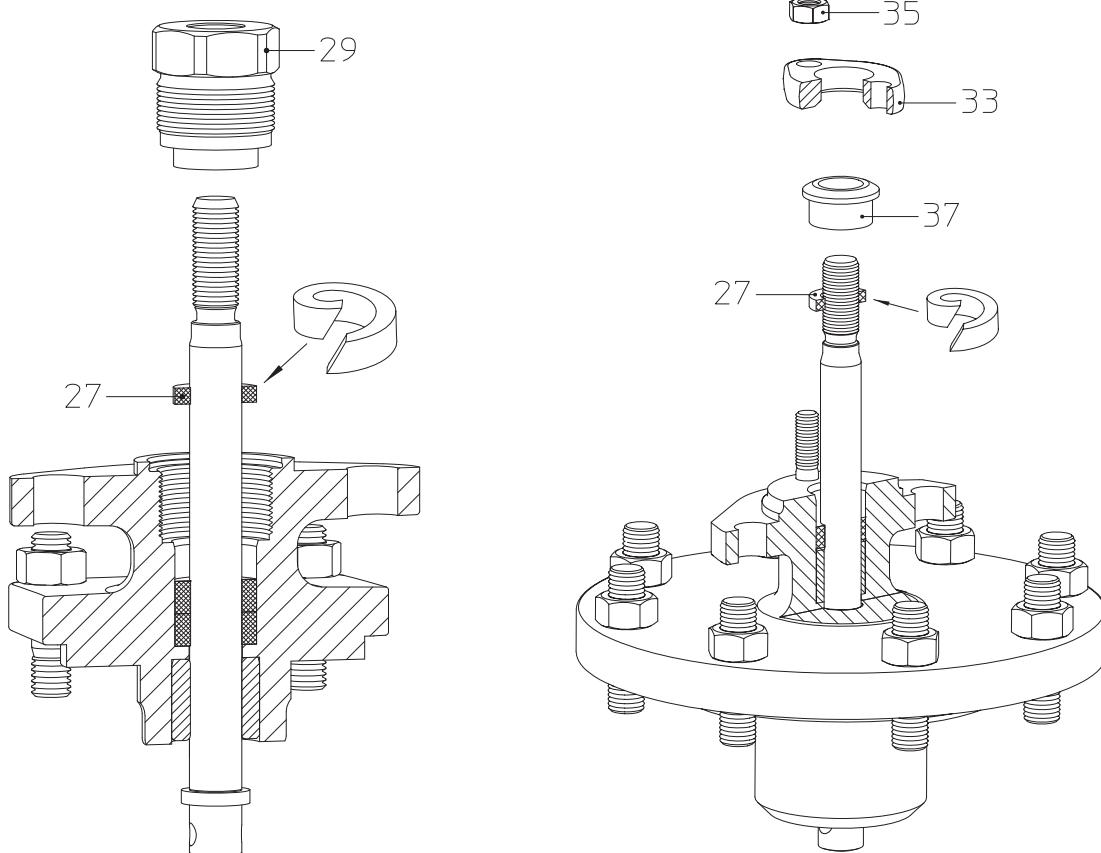
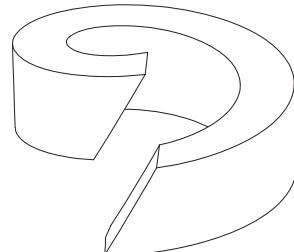

Рис. 10: сальниковая набивка DN15-100    Рис. 11: сальниковая набивка DN125-150
Рис. 13: разделенное уплотнительное кольцо
- Установите новое уплотнительное кольцо (поз. 27), руководствуясь Рис. 10 - Рис. 13.
При использовании разделенных уплотнительных колец, разрез должен производиться с наклоном согласно Рис. 13.